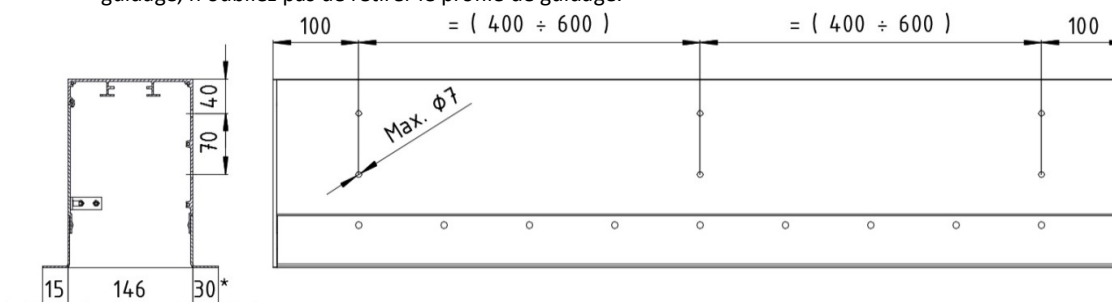

Fig. 13. Schéma des trous de montage dans le coffre encastré. * - Dimension variable, standard 30 mm.
- Le coffre encastré est livrée sans trous de montage, les trous de montage doivent être faits par vous-mêmes comme décrit ci-dessous (Fig. 13). Un minimum de 3 trous de montage est requis pour chaque longueur de 1 m du coffre.